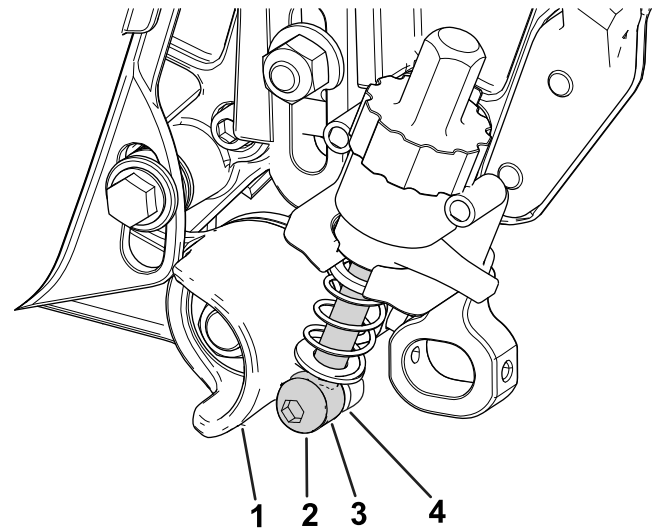

Рисунок 13
- Выставьте шток узла рычага регулятора рядом с втулкой регулятора на узле натяжного шкива и прикрепите его к втулке с помощью болта с буртиком и закаленной шайбы (Рисунок 13); затяните болт с буртиком с усилием от 16 до 22 Н·м.